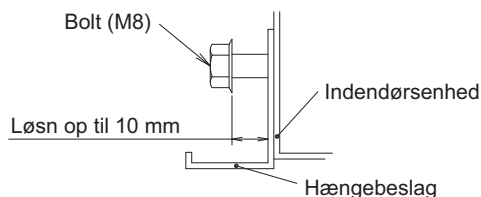
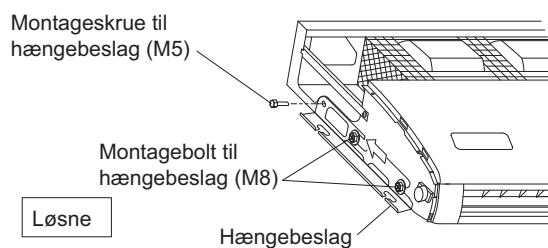

Fig. 7
Fig. 8
(Se fig. 7 og fig. 8)
- Fjern montageskruen til hængebeslaget på bagsiden (M5), træk hængebeslaget bagud (i pilens retning) for at afmontere. (Se fig. 8)